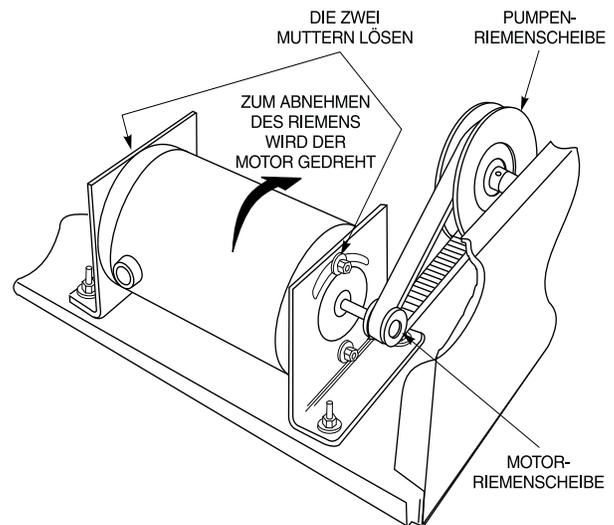

Abbildung 14. Austausch des Riemens
3. Unter Bezugnahme auf Abbildung 14 werden die zwei Schrauben, mit denen der Motor an den Motorhalterungen befestigt ist, gelöst, jedoch nicht abgenommen.